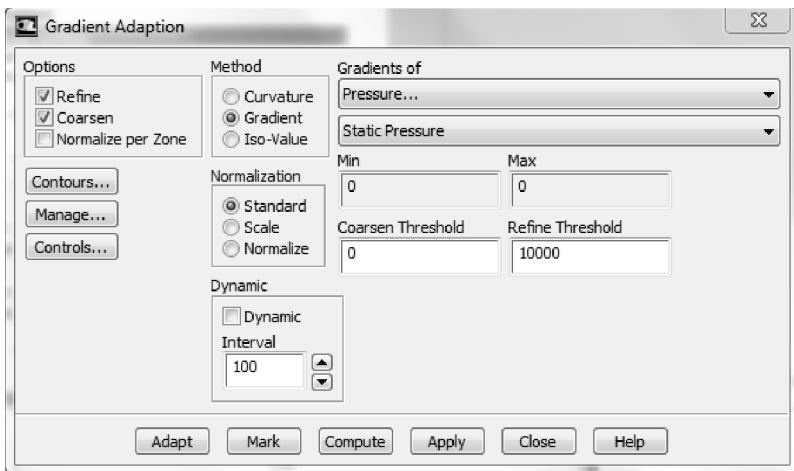

Рис. 3.34
2) Приступим к загущению сетки. Выберем вкладку Adapt – Gradient Adaption. На экране появится окно, показанное на рис. 3.34.